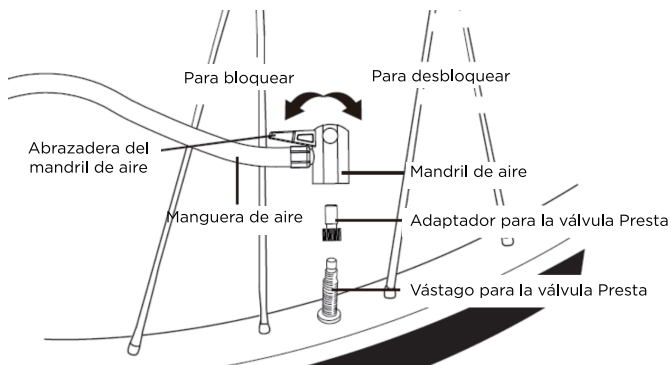

Fig. 9
2. Enrosque el adaptador para la válvula Presta en el vástago de la válvula con el extremo abierto más grande hacia la rueda (Fig. 9).
3. Sujete el extremo del mandril de aire hacia abajo en el adaptador para la válvula Presta mientras presiona la abrazadera del mandril de aire hacia abajo hasta que encaje en su lugar (Fig. 9).